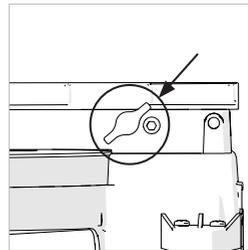

Fig. 14a
- Desaperte o parafuso manual. (Fig. 14a)
- Desaperte o parafuso manual (Fig 14a).